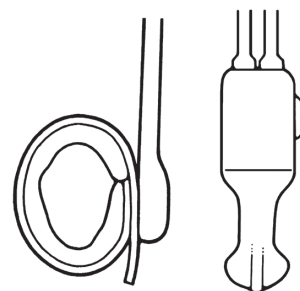

Figura 4-38. Apriete y suelte la pera de la bomba
1. Apriete y suelte la pera de la bomba varias veces para extraer todo el fluido del manguito. **(Figura 4-38)**